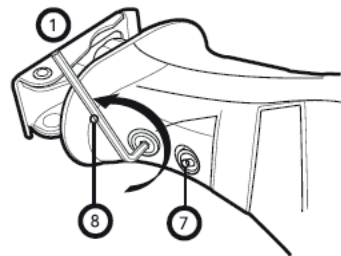

рис. 4
- Для продолжительной службы пильного полотна, рекомендуется отрегулировать опорную подошву (1).
- Используя шестигранный ключ (8) ослабьте гайки (7). Выберите нужную длину опорной пластины и хорошо зафиксируйте пластину (Рисунок 4).